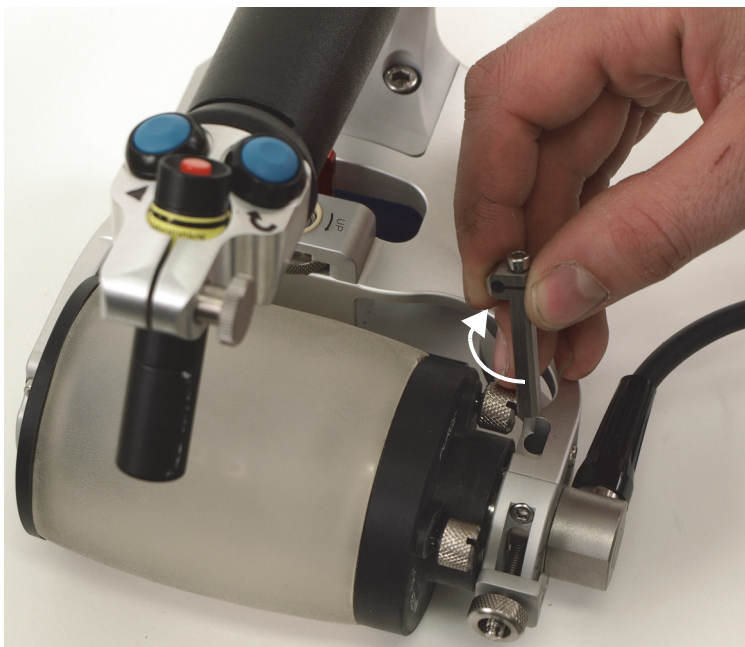

図 6-40 代替エンコーダーホルダの取り外しと 90° 回動
9. XL モデル以外の場合、収容キャビティから代替エンコーダーホルダを取り外します (120 ページの図 6-40)。